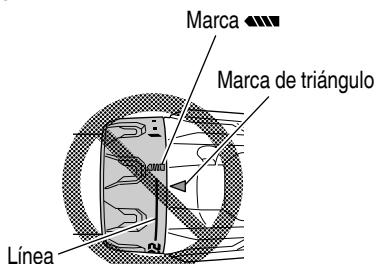

Fig. 12
- Evite usar la unidad con el número del dial del embrague entre "22" y la línea provista en el medio de la marca del taladro "■■■". Si lo hiciera, se podrían producir daños (Consulte la Fig. 12).